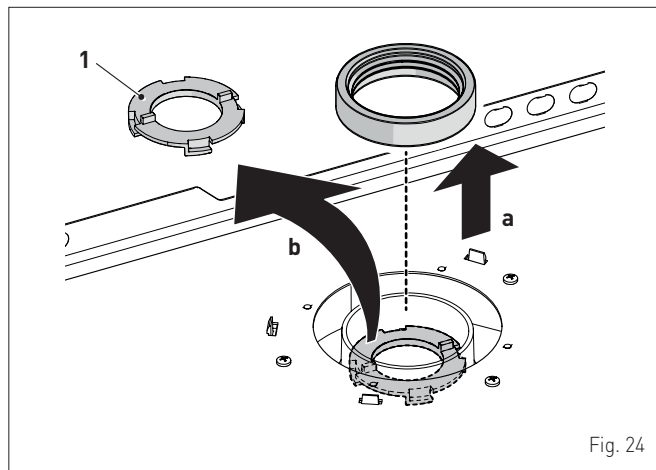

Fig. 24
Para los modelos **Edea HM 25**, **Edea HM 30** y **Edea HM 35**, superada una pérdida de carga total entre salida y aspiración de **9 mmH2O**, quite el diafragma en salida como se ilustra en "Fig. 24".
**Para el modelo Edea HM 40**, superada una pérdida de carga total entre salida y aspiración de **12 mmH2O**, quite el diafragma en salida como se ilustra en "Fig. 24".